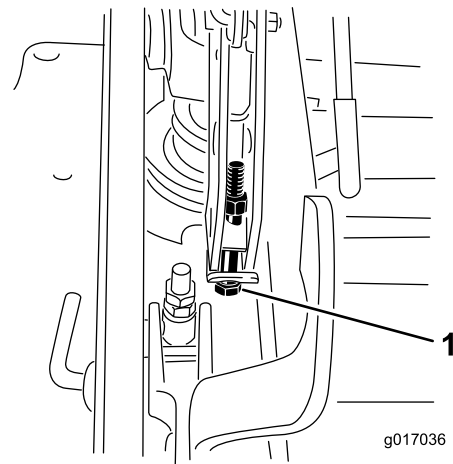

Figura 92
12. Si la carcasa está demasiado baja, apriete el perno del ajuste de un solo punto girándolo en el sentido de las agujas del reloj. Si la carcasa está demasiado alta, afloje el perno del ajuste de un solo punto girándolo en el sentido contrario a las agujas del reloj (Figura 92).